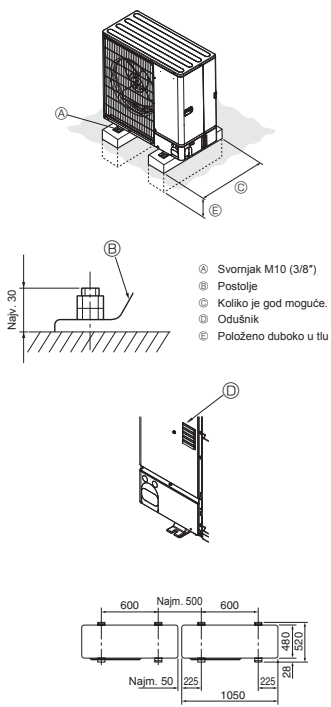

Fig. 3-1
• Svakako postavite jedinicu na čvrstoj i ravnoj površini radi sprječavanja zveckajućih zvukova tijekom rada. (Fig. 3-1)